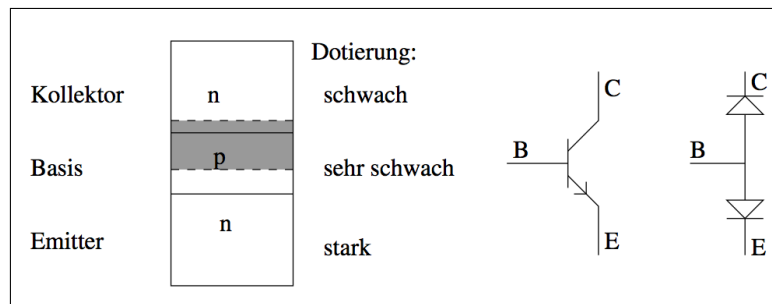

Abbildung 4.19: Ein npn-Transistor
- Ein **Transistor** besteht aus 3 Elektroden, es dient zum Verstärken oder Schalten eines Signals. Unter **bipolaren Transistoren** versteht man solche, die aus 3 unterschiedlich dotierten Halbleiterzonen bestehen. Man unterscheidet zwischen npn- und pnp- Transistoren, je nach Dotierungsfolge. Die beiden pn-Übergänge verhalten sich wie zwei entgegengesetzte Dioden, diese Beschreibung gibt aber nicht die gesamte Funktionalität wieder. (Siehe Abb. 4.19)
- Normalerweise wird die Basis-Emitterdiode (BE) in Vorwärtsrichtung und die Kollektor-Basisdiode (BC) in Sperrrichtung betrieben. Dadurch driften Elektronen vom stark dotierten Emitter in die Basisschicht. Da diese sehr schwach dotiert und sehr dünn ist, reicht die Sperrschicht der BC-Diode nahe an die CE-Übergangsschicht heran, s.d. viele Elektronen in die BC-Sperrschicht driften können. Dort werden sie durch das E-Feld Richtung Kollektor abgesaugt³ und erzeugen so einen CE-Strom. Der zentrale Punkt ist, dass dieser Strom durch die Spannung an der BE-Diode gesteuert werden kann: diese ist durch den Basisstrom und die Diodenkennlinie des pn-Übergangs bei BE gegeben.